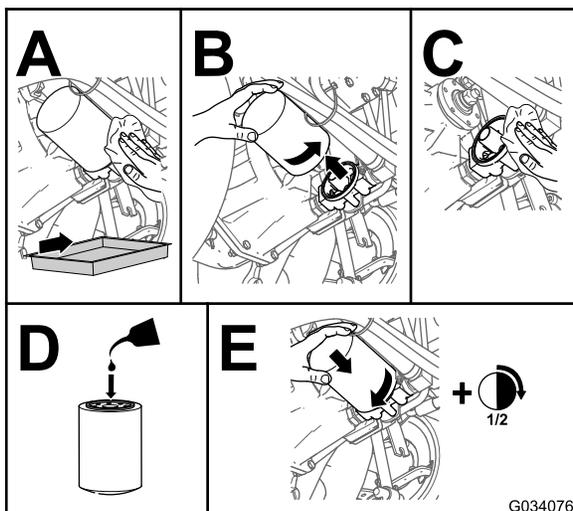

Figure 81
4. Remplacez le filtre hydraulique (Figure 81).